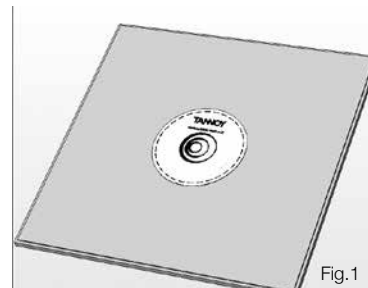

Fig.1
1. Extraiga la pieza del falso techo en la que vaya a instalar el altavoz y colóquela sobre una superficie plana. Marque la zona de corte sobre la pieza usando la plantilla incluida. (Fig.1)